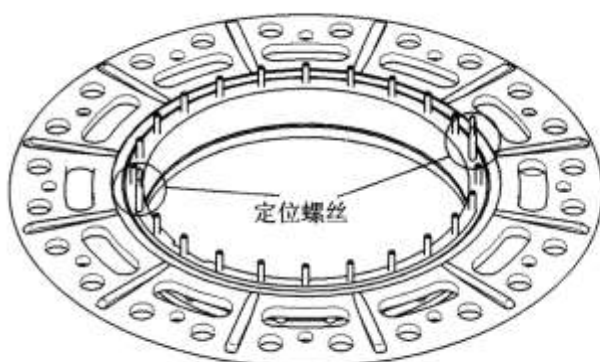

Рис. 27.
1. Перед опусканием колокола очистите поверхность под уплотнительную прокладку на опорном фланце устройства РПН, положите прокладку на фланец (Рис.27) и удалите подкладки.